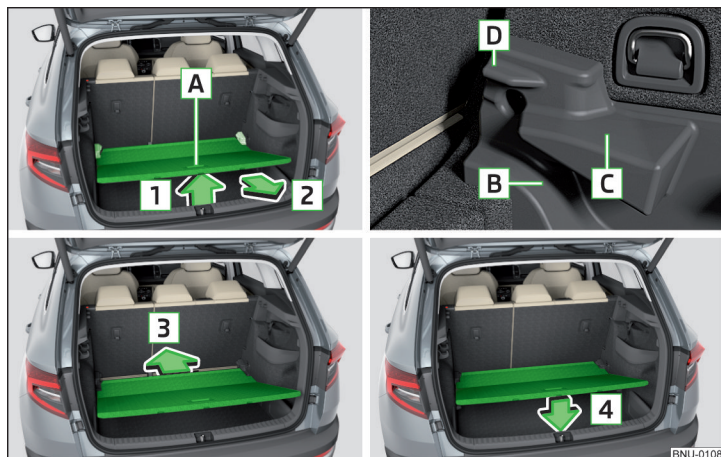

Fig. 155 Ajustar la moqueta variable
- Levantar el suelo de carga variable en el mango **A** en el sentido de la flecha **1** y desplazarlo en parte hacia el sentido de la flecha **2** » fig. 155.